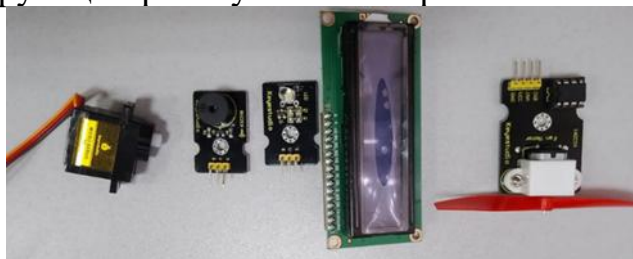

Рис. 24 – Исполнители набора «Умный дом»
4. Исполнительные устройства (рис. 24)
Дисплей имеет потенциометр регулировки контрастности (синий параллелепипед с отверткой под отверткой Phillips). Контраст с его помощью регулируется вручную (рис.24)